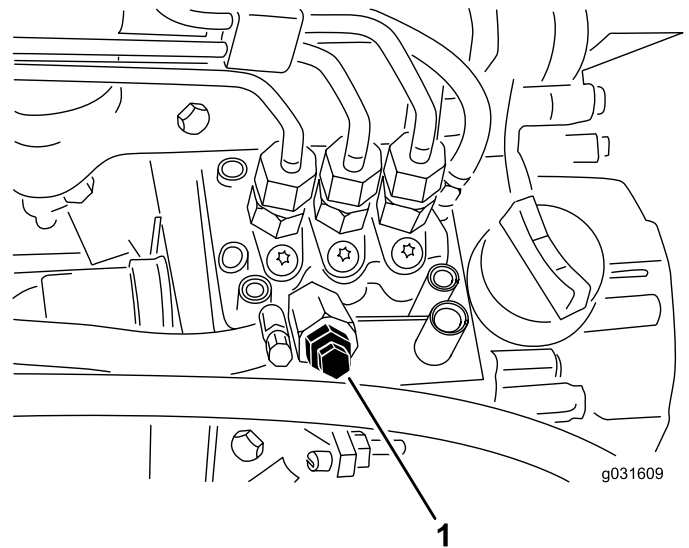

Figura 52
4. Desaperte o parafuso de purga que se encontra na bomba de injeção de combustível (Figura 52).